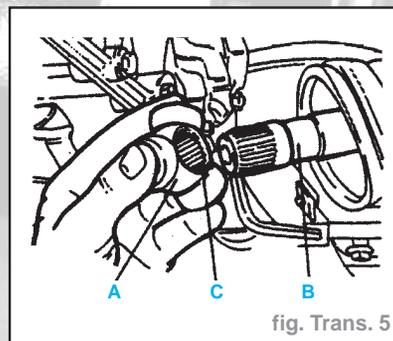

fig. Trans. 5
**Nota :** Utiliser un jonc d'arrêt neuf. Le chanfrein du joint tripode doit être dirigé vers le corps de l'arbre de transmission (fig. Trans. 5).